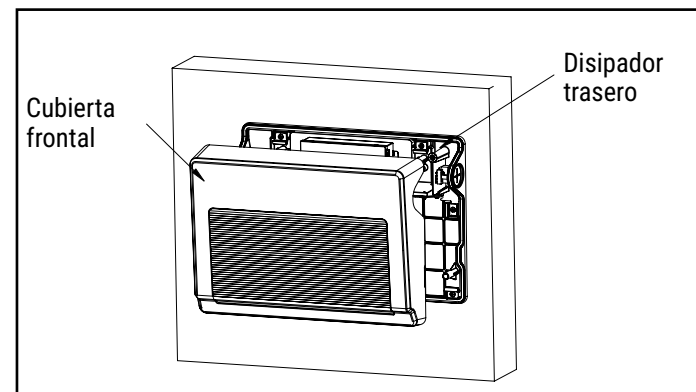

Figura 8
6. Fije la cubierta frontal en el disipador trasero encajándola con cuidado en su sitio. Debe quedar bien sujeta por todos los lados. Asegúrese de que los cables no queden pellizcados durante la instalación. (Figura 8).